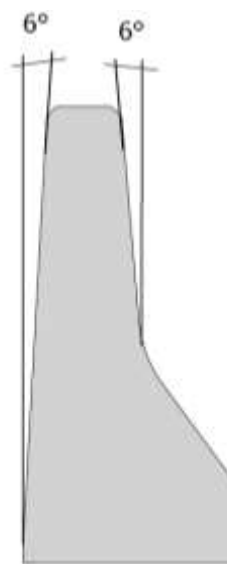

Abb.2
**Se la lancetta si trova al di fuori del centro della tacca quando si solleva l'oggetto da afferrare, è necessario regolare l'area di presa con l'aiuto dei quattro mandrini (Fig. 2/2a).